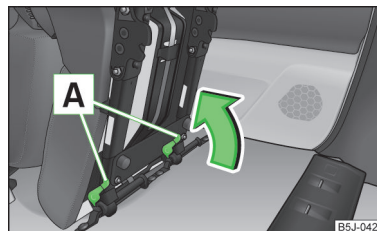

Fig. 43
- › Blocați scaunul la capătul ghidajului prin apăsarea elementelor de blocare **A**, în sensul săgeții » fig. 43.
- Dacă scaunul este demontat, acesta trebuie așezat mai întâi în ghidaje și apoi blocat » fig. 43 la pagina 55. Trăgând în sus de scaun, asigurați-vă că acesta este blocat corespunzător.